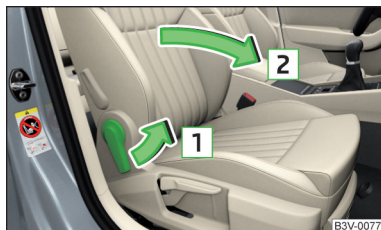

Abb. 76
- Am Hebel in Pfeilrichtung **1** » Abb. 76 ziehen.